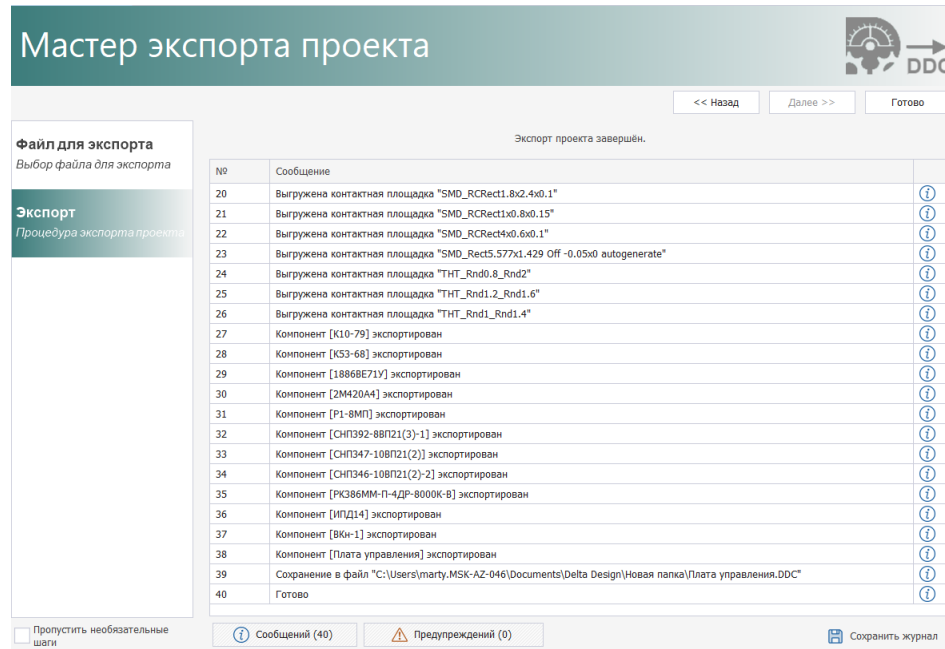

Рис. 73 Завершение процедуры экспорта
8. Дождитесь окончания процедуры экспорта проекта и нажмите «Готово», Рис. 73.